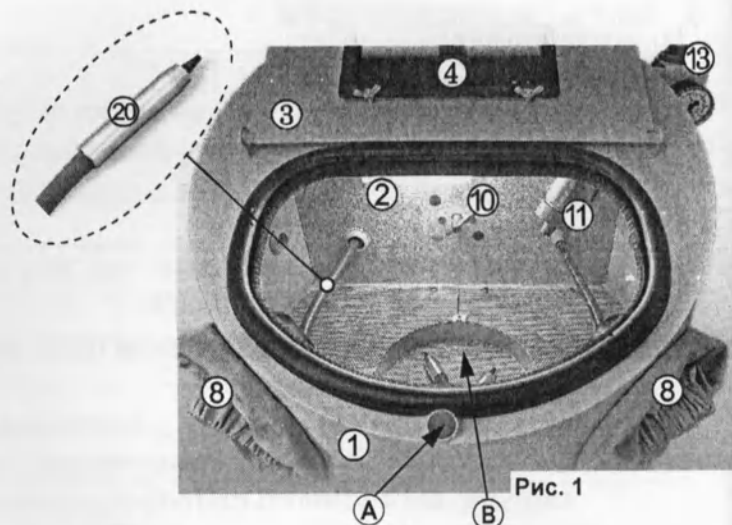

Рис. 1
4.1 Основные конструктивные элементы (рис. 1, 2, 3)
Фитинг **В** подключается к стационарному струйному проектору (11, рис.1).